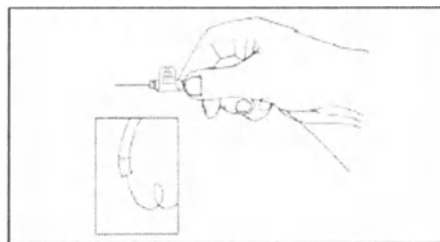

Рисунок 3
**Этап 2.** Используя устройство для управления проводником wireClip Torquer, повернуть проводник на пол-оборота по часовой стрелке (см. рисунок 3).